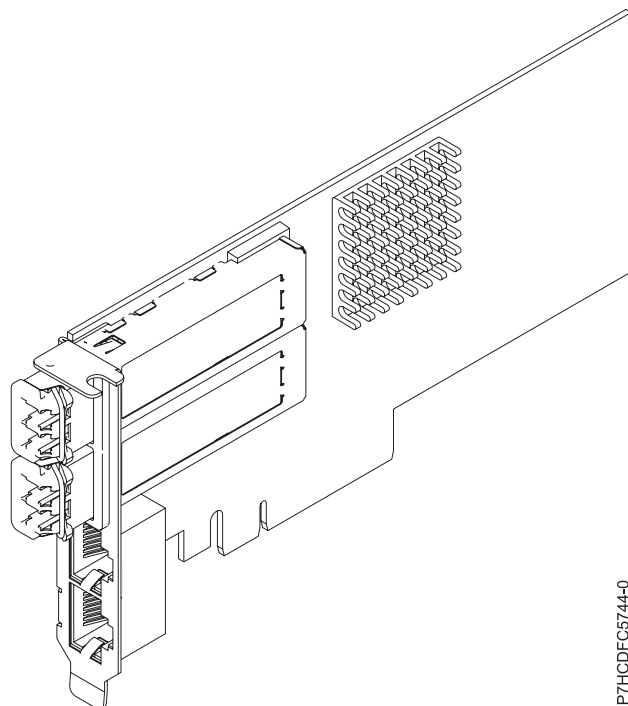

Figura 31. adaptador PCIe2 LP 2x10GbE SR 2x1GbE de cable de par trenzado no apantallado
El adaptador adaptador PCIe2 LP 2x10GbE SR 2x1GbE de cable de par trenzado no apantallado es un adaptador Ethernet PCI Express, de generación 2 y cuatro puertos, con una interfaz de bus de host PCI Express 2.0. El adaptador está optimizado para servicios informáticos en nube, virtualización, almacenamiento y otras aplicaciones de centro de datos. El adaptador de cuatro puertos proporciona dos puertos Ethernet de 10 Gb y dos puertos Ethernet de 1 Gb. Los dos 2 puertos transceptores SFP+ (small form-factor pluggable) SR (single root) de 10 Gb se utilizan para la conectividad con otros servidores o conmutadores de la red. Cada puerto SFP+ (SR) proporciona conectividad Ethernet con una velocidad de datos nominal de 10 Gbps (gigabits por segundo), y utiliza cables twinaxiales de cobre SFP+ de hasta 5 metros de longitud. Cada uno de los puertos RJ45 proporciona conectividad Ethernet con una velocidad de datos de 1 Gbps. Las funciones de agregación de enlaces y recuperación tras error del adaptador son ideales para aplicaciones de red críticas que necesitan redundancia y alta disponibilidad. La Figura 31 muestra el adaptador FC 5745.